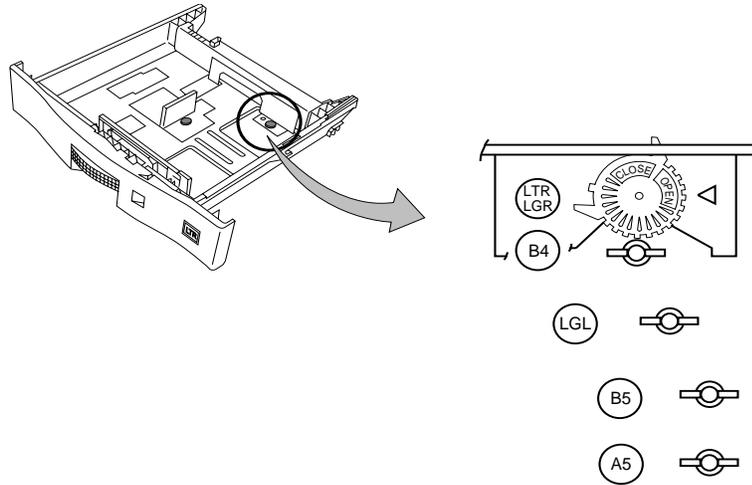

Abbildung 2-63 Positionen für Papierformate
4. Stellen Sie bei jeder Papierführung dasselbe Papierformat ein. Siehe Abbildung 2-63.